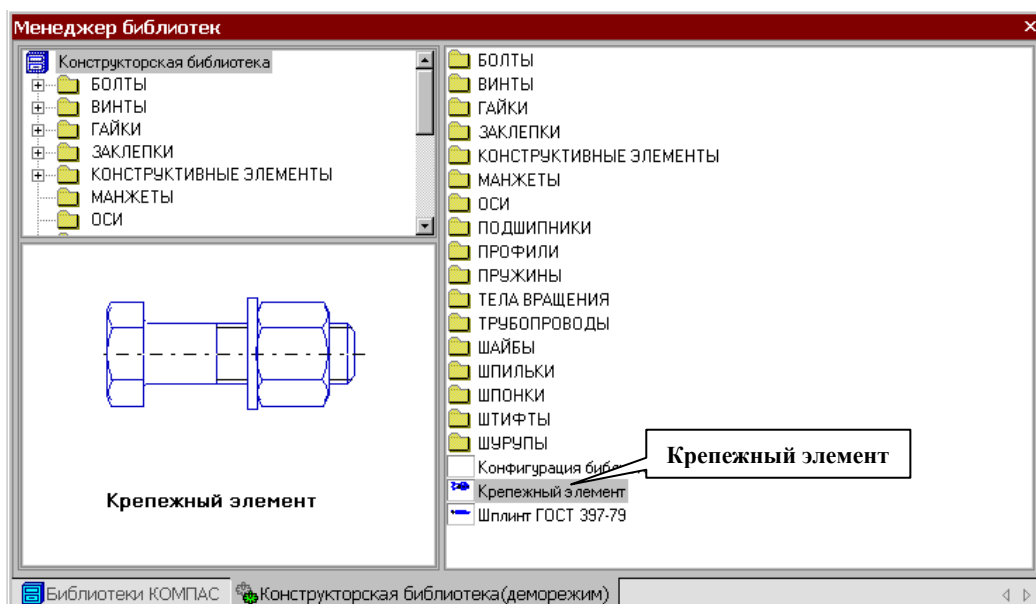
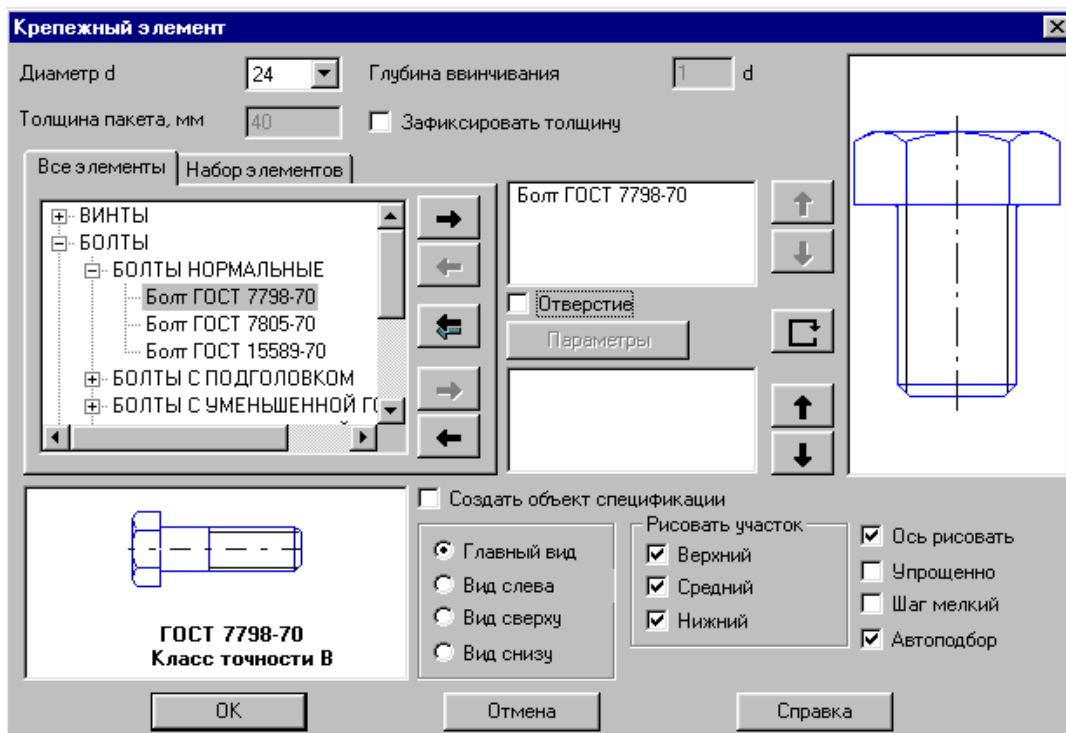

Рис.21 Конфигурация Конструкторской библиотеки
Рис.22 Выбор болта в окне Крепежный элемент
3. Двойным щелчком запустить Конструкторскую библиотеку (рис 20). В Конструкторской библиотеке (рис.21) представлены данные, сгруппированные в разделы: болты, гайки, шайбы и т.д. Чтобы открыть раздел, нужно щелкнуть левой кнопкой на знаке плюс (+), расположенного слева от заголовка раздела, при этом открываются строки подменю: различные виды болтов, гаек и т.д. Для того чтобы свернуть раздел, щелкните на значке минус, появившегося на месте знака плюс после того, как раздел развернулся. Если выделить в списке элемент раздела, то в правой части окна появится его изображение.
3. Для проектирования резьбовых соединений в Конструкторской библиотеке нужно выбрать раздел: Крепежный элемент (рис.21). В открывшемся окне (рис.22)
В окне Крепежный элемент (рис.22) представлены данные на различные виды крепежных элементов, например, болты различных форм и размеров. После выбора стандарта болта (ГОСТ 7798-70 для всех вариантов) необходимо задать номинальный диаметр (d) его резьбы, выбрав его из базы данных стандартных значений. Ряд открывается, если нажать на небольшой черный треугольник, расположенный справа в окне значений диаметра d . Кроме этого нужно зафиксировать толщину пакета зажимаемых деталей, вводя это значение с клавиатуры. Можно не фиксировать толщину пакета, при этом болт на чертеже будет «резиновый», его можно растянуть до нужной длины. Шаг резьбы болта выбирать крупный.